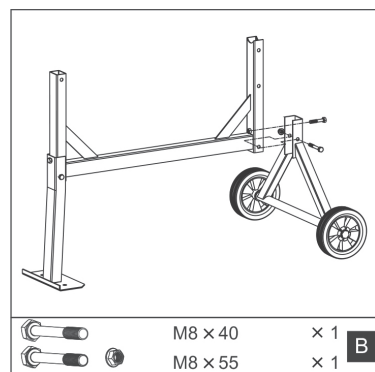

Fig.6
3. Montare il gruppo ruota sul telaio del tamburo preassemblato. Assicurarsi che tutti i collegamenti a vite siano serrati. Utilizzare gli accessori con l'etichetta (B), Fig.6.